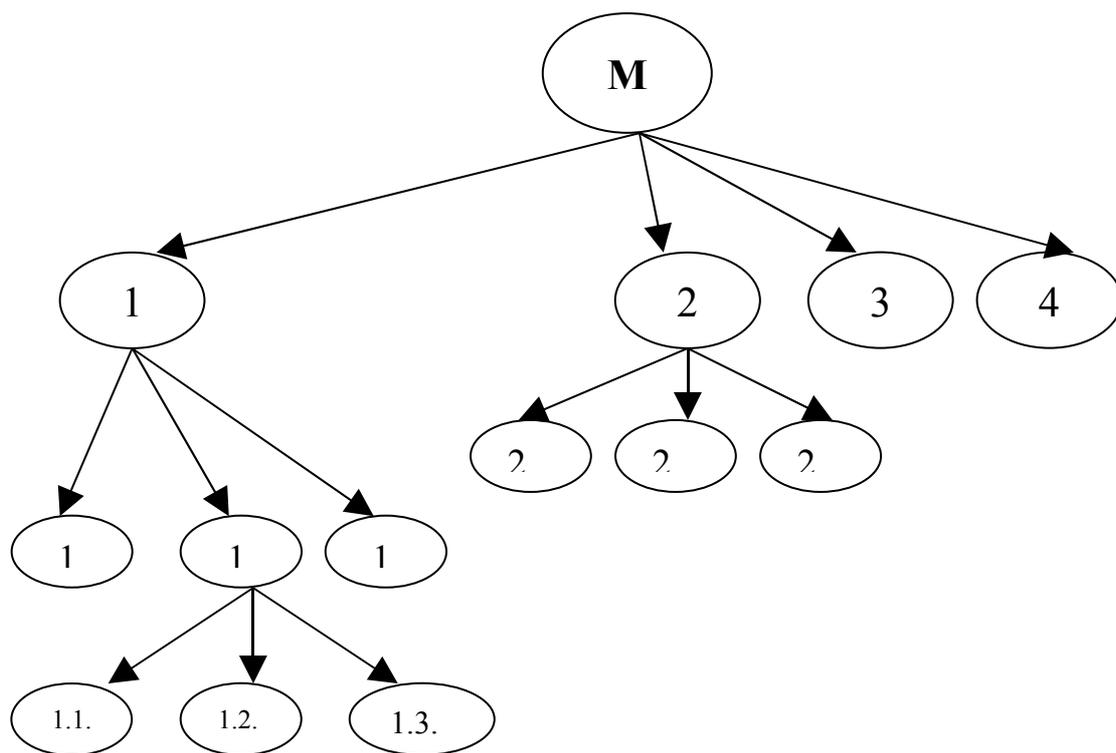

Рисунок 1 - Схема иерархического метода классификации
***Иерархический метод классификации*** – последовательность разделения множества объектов на подчиненные классификационные группировки (рисунок 1).